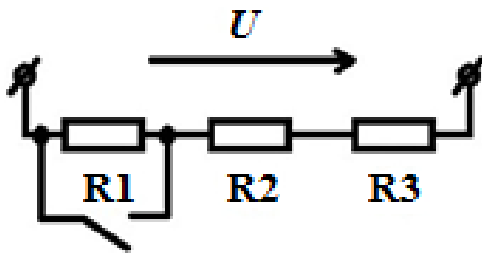

Рис. 1.37. Схема к контрольному вопросу 1
1. Как изменится напряжение на участках  $R_2$  и  $R_3$  при замыкании ключа К ( $U = \text{const}$ ) (рис. 1.37)?